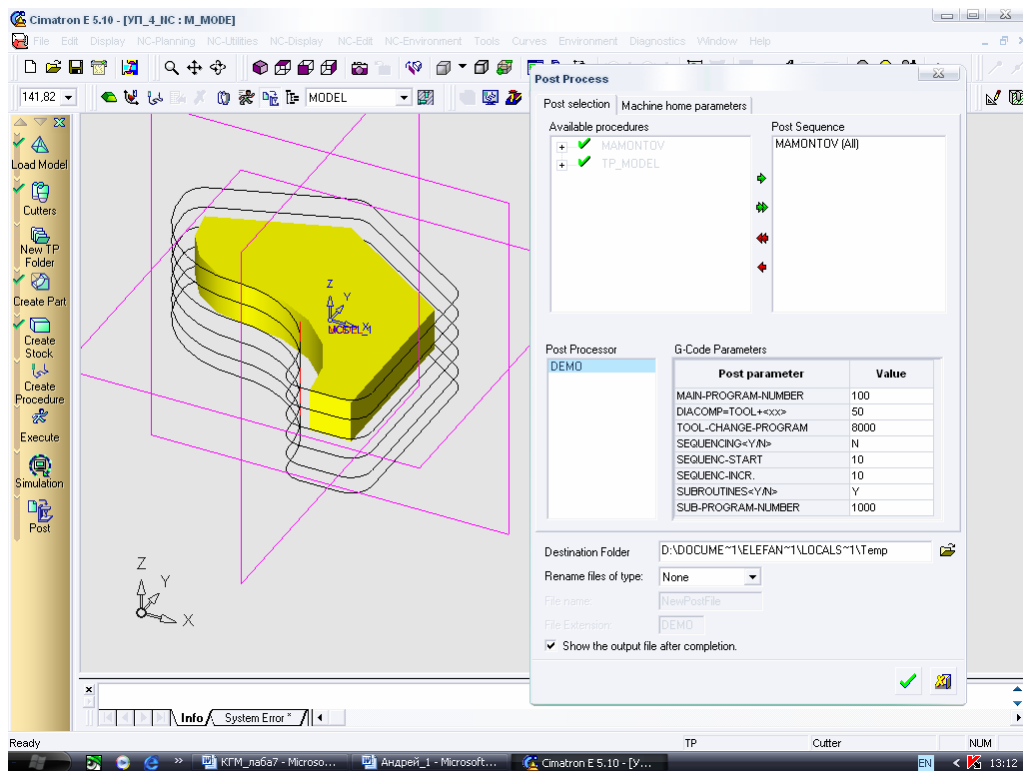

Рисунок 47 – Получение текста управляющей программы
13. **Формирование УП.** Для получения текста управляющей программы нажимаем кнопку Post постпроцессора панели проводника обработки. В открывшемся диалоговом окне Post Process указано имя процедуры, ставим галочку для того, чтобы после вычисления открылся файл программы, и нажимаем зеленую галочку (Apply) (рисунок 47). Файл управляющей программы открывается в тестовом редакторе «Блокнот». Текст самой программы представлен ниже.